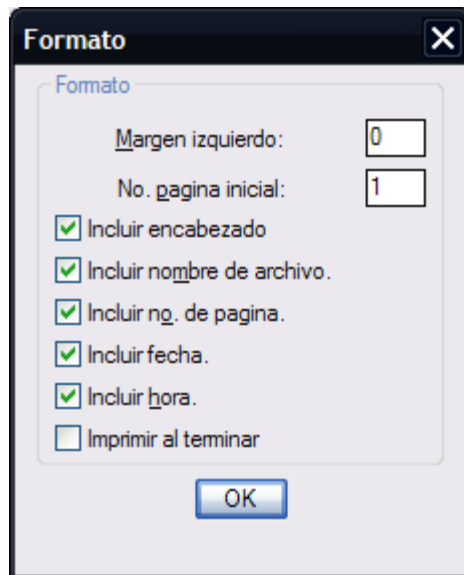

Fig. 4: Caja de diálogo para formato de hoja.
5. Seleccione **Generar reporte > Memoria descriptiva-técnica**. En la caja de diálogo indique el método de selección por manzana y acepte los valores por defecto para número de decimales y formato (Fig. 4).